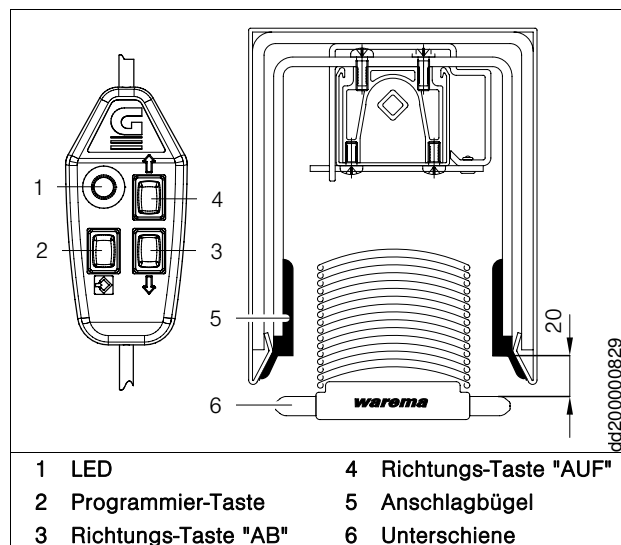

Abb. 5: Motor mit Einstellkabel (Art.Nr. 616226) einlernen
- Programmier-Taste (2) drücken und gedrückt halten! Wenn die LED (1) blinkt (1 x blinken, Pause, 1 x blinken, Pause, ...), dann die Programmier-Taste (2) loslassen!
- Raffstore mit der Richtungs-Taste "AUF" (3) ca. 20 mm in AUF-Richtung und anschließend in die gewünschte **untere Endlage** fahren!
- Programmier-Taste (2) drücken und gedrückt halten! Wenn die LED (1) blinkt (2 x blinken, Pause, 2 x blinken, Pause, ...), dann die Programmier-Taste (2) loslassen!
- Raffstore mit der Richtungs-Taste "AUF" (3) ca. 50 mm in AUF-Richtung fahren!
- Programmier-Taste (2) drücken und gedrückt halten! Wenn die LED (1) blinkt (3 x blinken, Pause, 3 x blinken, Pause, ...), dann die Programmier-Taste (2) loslassen!
- Raffstore mit der Richtungs-Taste "AUF" (3) auffahren, bis die Unterschiene (6) ca. 20 mm unterhalb des Anschlagbügel (1, siehe Abb. 5) positioniert ist!
- Programmier-Taste (2) drücken und gedrückt halten! Wenn LED (1) dauerhaft leuchtet, dann die Programmier-Taste (2) loslassen! Der Einstellvorgang ist abgeschlossen.